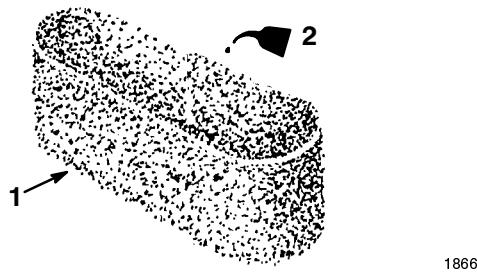

Abbildung 32
- C. Den Einsatz in Motoröl tauchen (Abb. 32) und in einem sauberen, absorbierenden Lappen ausdrücken, um überschüssiges Öl zu beseitigen.